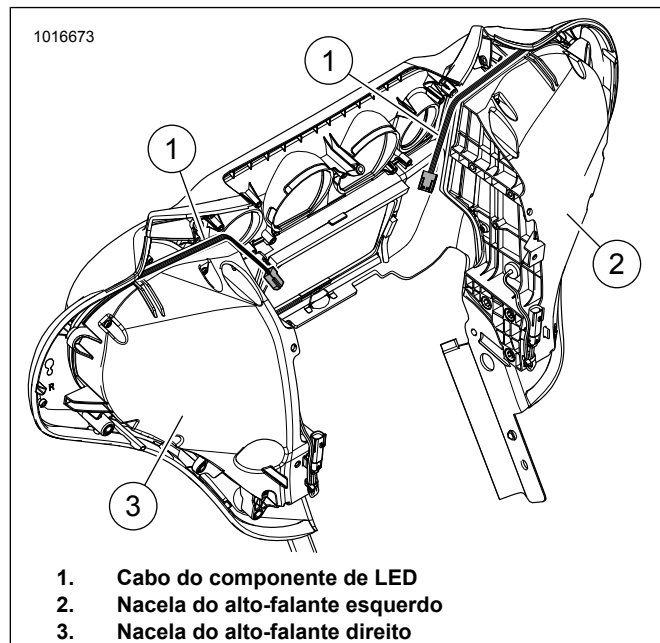

Figura 5. Carenagem do FLH
8. Veja a figura 5. Oriente o cabo do componente de LED (1) conforme mostrado. Fixe o cabo com a abraçadeira.